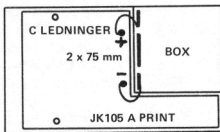

Fig. 13
- 5) Monter to loddeøjne tæt til printet der hvor batterierne skal forbindes. (De to huller er markeret med + og $\div$ og er placeret som vist på fig. 13).